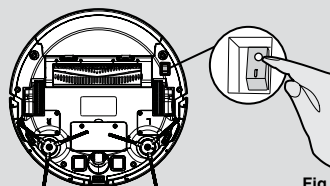

Fig. 9
Tænd for støvsugerrobotten med tænd/SluK knappen i bunden (I). [Fig. 9] Placer den foran opladningsstationen.
1. Tryk på TÆND/SLUK knappen på bunden af robotten. [Fig. 9]